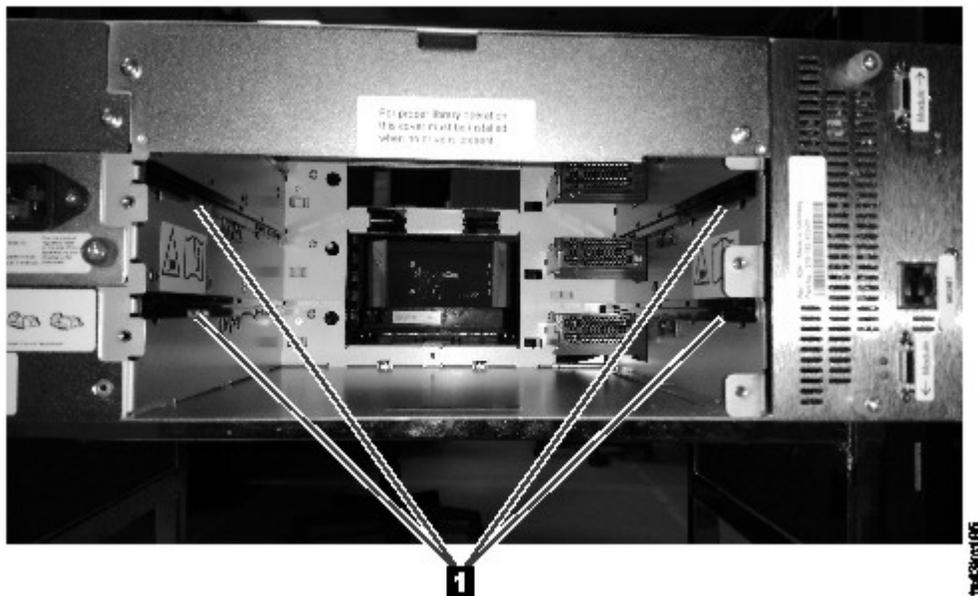

Abbildung 59. Ausrichtungsschienen
2. Richten Sie das neue Bandlaufwerk aus und setzen Sie es entlang der Ausrichtungsschienen (**1** in Abb. 59) in die Laufwerkposition ein. Stützen Sie dabei die Laufwerkbaugruppe unten mit der Hand ab. Das Bandlaufwerk muss mit der Rückwand des Speicherarchivs bündig sein.